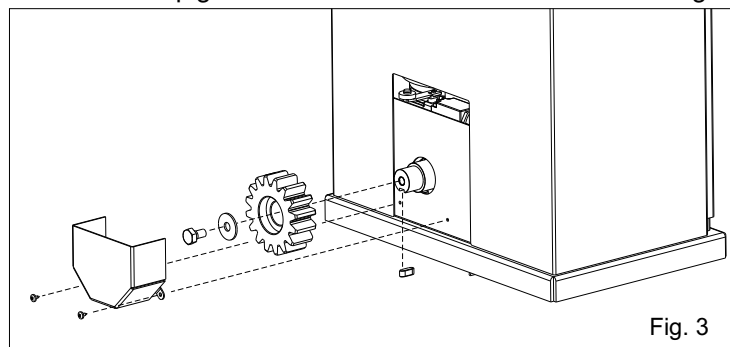

Fig. 3
3.1. Insérer la languette dans l'arbre du motoréducteur comme dans Fig. 3.
3.2. Monter le pignon au motoréducteur comme illustré en fig.3